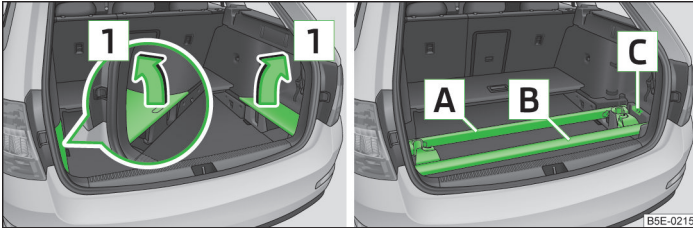

Abb. 89 Seitenabdeckungen herausnehmen / Dachgepäckträger richtig verstauen
- › Die Seitenabdeckungen des Gepäckraums in Pfeilrichtung **1** » Abb. 89 herausnehmen.
- › Die Seitenabdeckungen des Gepäckraums entgegen der Pfeilrichtung **1** » Abb. 89 wieder einsetzen.
- Die Schlüssel für die Dachgepäckträger können in der Vertiefung **C** » Abb. 89 verstaut werden.